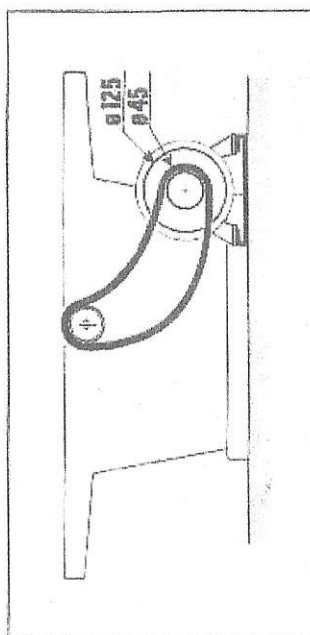

Figure 5
- lorsqu'on se sert d'une machine, enlever la courroie de la poulie-moteur $\varnothing 125$ mm pour la laisser patiner sur l'étage inférieur $\varnothing 45$ mm (fig. 5)